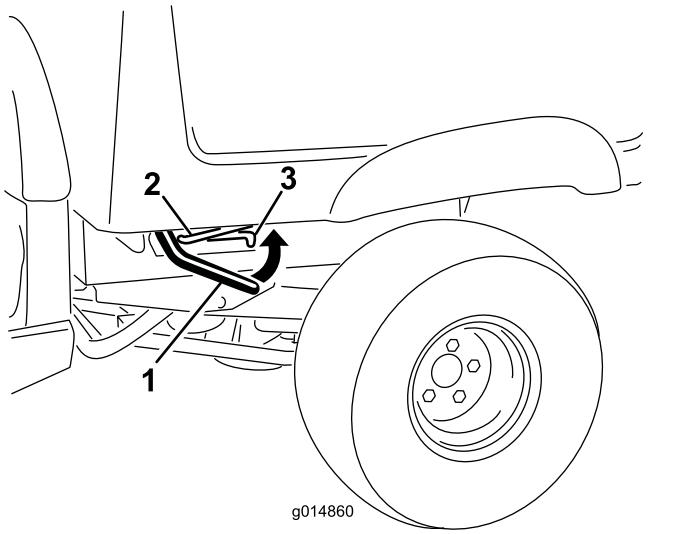

Figura 18
1. Levante la palanca situada en cada lado de la plataforma y eleve la plataforma (Figura 18).
1. Eleve la plataforma de carga un poco tirando hacia arriba de la palanca de enganche (Figura 18).